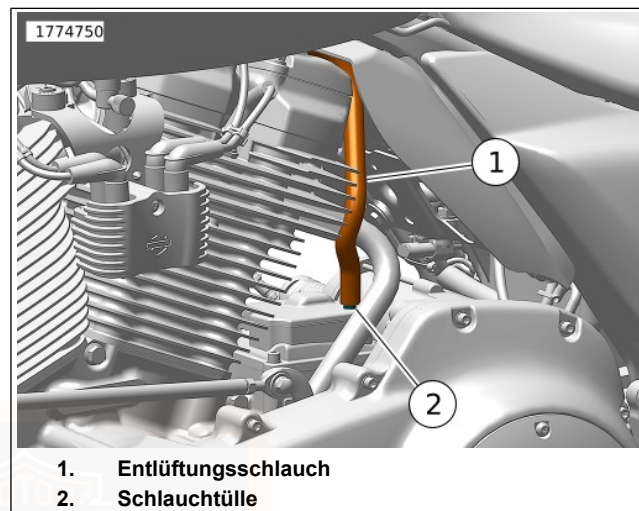

Abbildung 127. Entlüftungsschlauch
1. Siehe Abbildung 127. Den Entlüftungsschlauch (1) gerade nach oben von der Schlauchtülle (2) an der Oberseite des Getriebes abziehen.